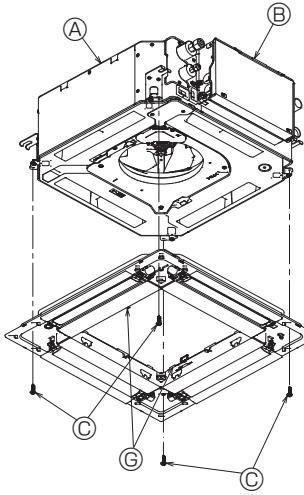

Fig. 5-7
- Dört vidayı sıkarak suretiyle ızgarayı sabitleyin. (Fig. 5-7)